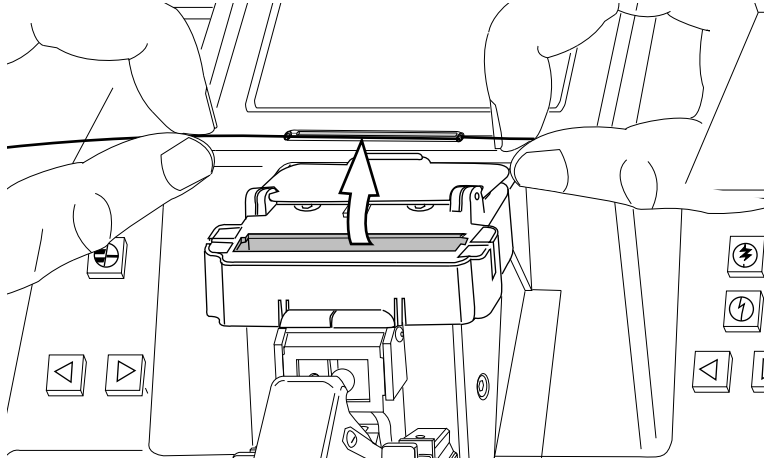

Abbildung 51
- e)** Sobald der Schrumpfzyklus abgeschlossen ist: Öffnen Sie die Schrumpfenabdeckung und entnehmen Sie den fertigen Spleiß (siehe Abb. 51).